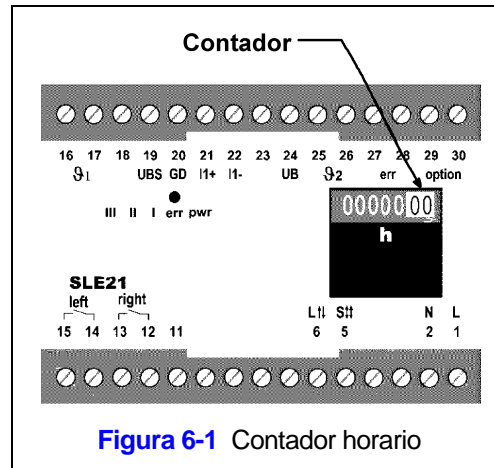

Figura 6-1 Contador horario
El polipasto RHN está equipado con un Contador, que se encuentra en la parte frontal del dispositivo de control de carga RPU. Este contador registra y muestra la cantidad total de horas operativas del polipasto (Vea la Figura 6-1).
- 1) Quite la cubierta del ventilador (1). Consulte la Figura 6-1.
- 2) Quite el obturador (2). Consulte la Figura 6-1.
- 6.3.4 Reemplazo del rotor de freno: consulte la Figura 6-1.